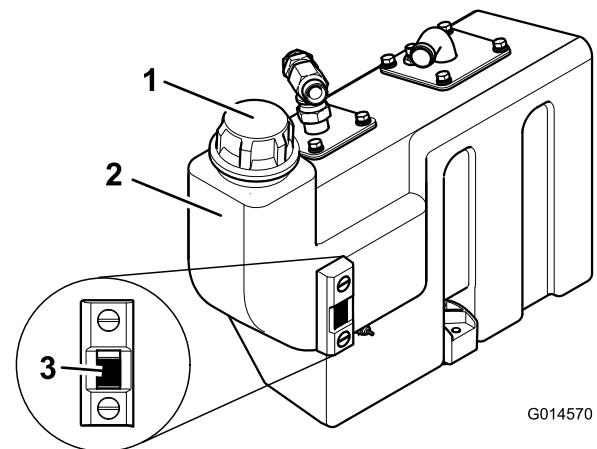

Figura 29
3. Si es necesario añadir aceite hidráulico, limpie la zona alrededor del cuello de llenado y el tapón del depósito hidráulico (Figura 29) y retire el tapón.